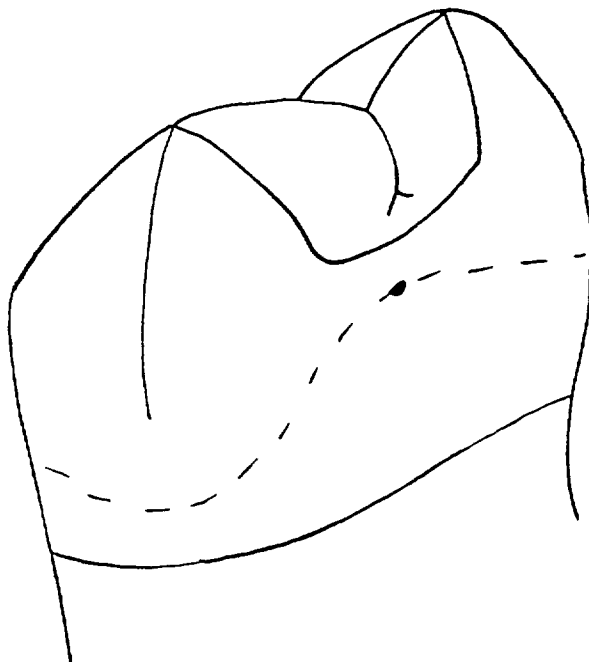

Fig.1
a) complétez la figure 1 avec les annotations suivantes :